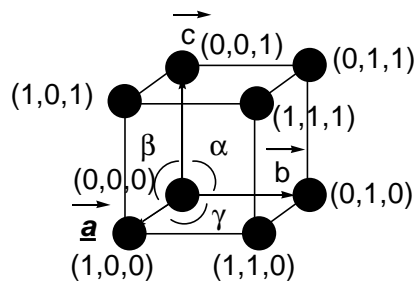

figure 4 : Maille élémentaire d'un réseau cubique et coordonnées des nœuds
- **mode simple ou primitif P** : maille élémentaire cubique décrite *figure 4*; 1 motif.